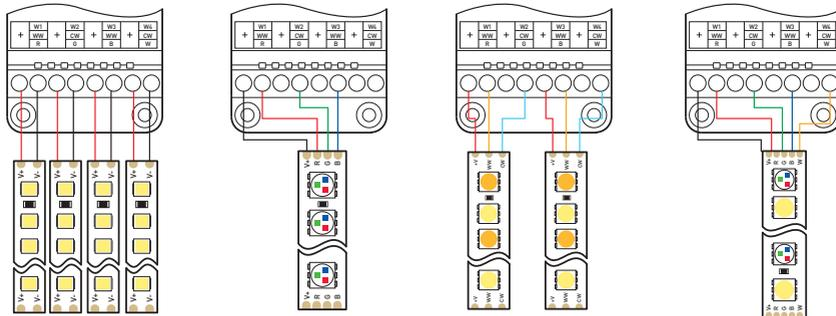

Рис. 4. Подключение светодиодной ленты к диммеру
- 3.3. Подключите светодиодную ленту к выходам диммера (см. рис. 4) в зависимости от типа подключаемой светодиодной ленты.